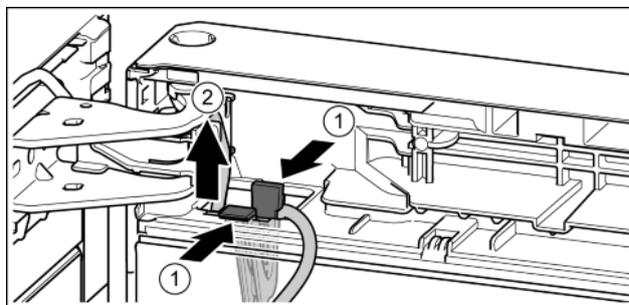

Fig. 23
- ▶ Spingere la linguetta. Fig. 23 (1)
- ▶ Estrarre il reggicavo con il relativo cavo fissato. Fig. 23 (2)